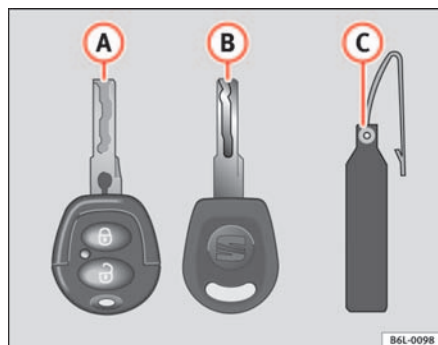

Fig. 46 Jeu de clés
- une clé à radiocommande ⇒ fig. 46 (A)
- une clé sans commande (B)
- une languette en matière plastique (C) sur laquelle figure le numéro de la clé
Un double de clé ne peut être réalisé qu'à l'aide du numéro de clé figurant sur la languette en matière plastique ⇒ fig. 46 (B). C'est pourquoi :